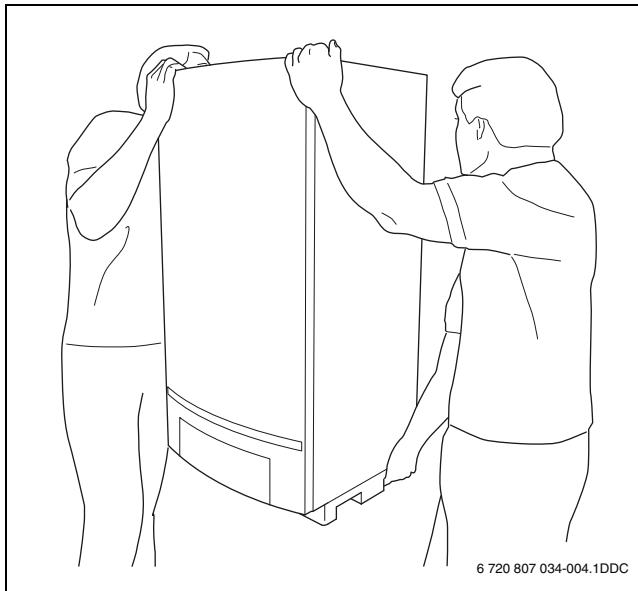

Fig. 9 Ridicarea și sprijinirea corectă a recuperatorului de căldură cu gaz
- ▶ Apucați recuperatorul de căldură cu gaz numai de părțile laterale și nu de panoul de comandă sau de raccordul tubularului de evacuare a gazelor arse (→ fig. 9).